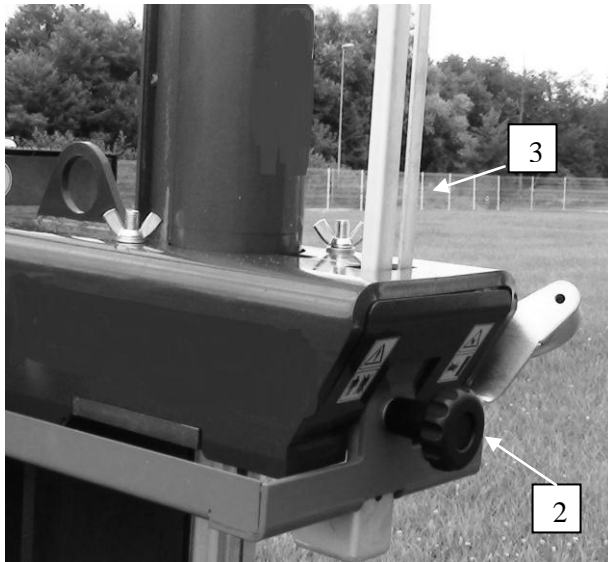

Bild 17
- Aufstellung in der Grundstellung (Bild 17).